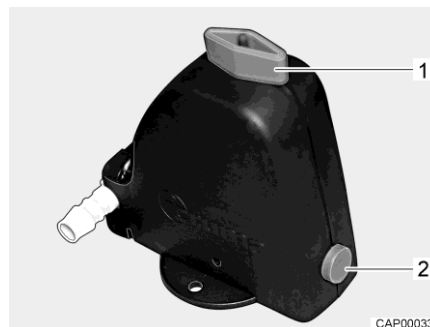
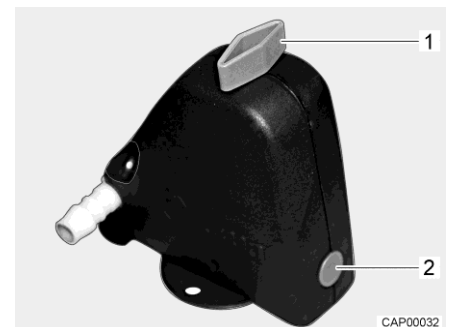

Fig. 116 Válvula de seguridad/purga abierta
Fig. 117 Válvula de seguridad/purga cerrada
- Cerrar la válvula de seguridad/purga. Para ello, girar el botón giratorio (Fig. 116,1) a la posición transversal en referencia a la válvula de seguridad/purga y hundir el botón (Fig. 116,2). La válvula de seguridad/purga cerrada se muestra en Fig. 117. A temperaturas inferiores a 6 °C, la válvula de seguridad/purga no se deja cerrar.